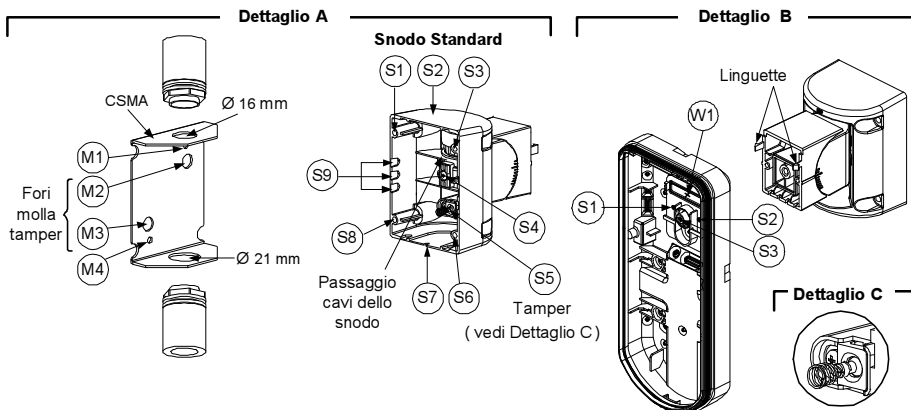

Figura 8
3. Aprire i fori a sfondare della base esterna (Figura 8, Dettaglio B)
4. Sullo snodo aprire le predisposizioni per il passaggio cavi S2, S7 o S9 (Figura 8, Dettaglio A).
5. Rimuovere il tamper antirimozione dalla base interna (consultare paragrafo "Modifica della posizione del tamper antirimozione") e collegarlo a S5 (Figura 8, Dettaglio A) sullo snodo standard.
- a. Inserire il cavo esterno attraverso le predisposizioni S2, S7 o S9 (incluso i cavi del tamper) ed estrarlo facendolo passare attraverso il passaggio cavi dello snodo (Figura 8, Dettaglio B).
(utilizzare l'adattatore metallico per tubo elettrico - CSMA, Figura 8, Dettaglio A)
- Inserire i cavi esterni e i cavi del tamper che arrivano dal tubo elettrico facendoli passare tramite il passaggio cavi dello snodo (Figura 8, Dettaglio A).
La molla del tamper S5 (Figura 8) deve essere a contatto della parete tramite gli appositi fori M2 o M3 del CSMA. Assicurarsi di sentire il "Click" dell'interruttore tamper fissando il dispositivo alla parete.
- Inserire i cavi del tamper e i cavi esterni che arrivano dallo snodo standard facendoli passare tramite la predisposizione W1 della base esterna (Figura 8, Dettaglio B).